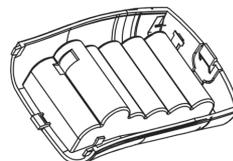

Figura 3
2. Inserte el pack de pilas. Ver Figura 3.